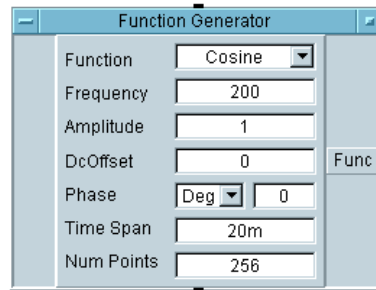

図 1-6. Function Generator オブジェクトの追加
2. Function Generator を作業領域の中心まで移動します。クリックしてオブジェクトを配置すると、図 1-6 のように Function Generator が表示されます。